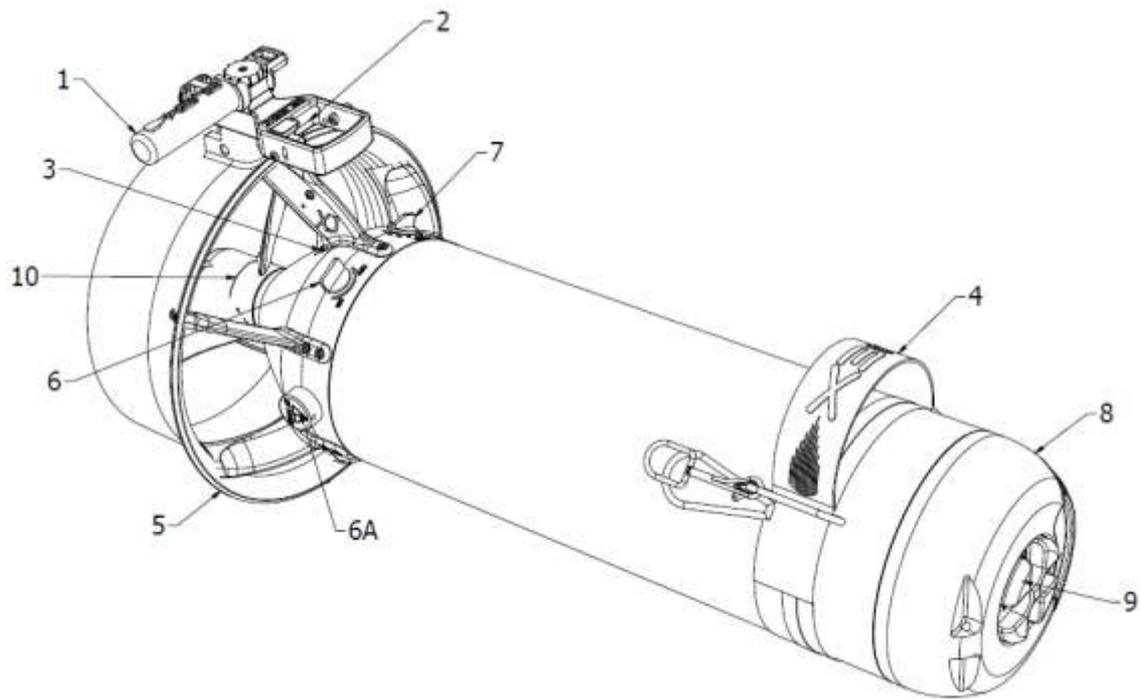

Fig.1
Lo SCOOTER subacqueo (XJ-T: 71381 e XJ-S: 71380) è costituito da un corpo cavo perfettamente ermetico, dalla forma idrodinamica, (fig.1), all'interno del quale sono alloggiati il motore elettrico, le batterie ricaricabili ed il riduttore di velocità necessari a muovere un'elica che fornisce una spinta propulsiva.
Frontalmente è presente la calotta di prua (8) la cui apertura dà accesso al vano batterie e una maniglia in tessuto sintetico (4 - Fig.1) che viene utilizzata per la presa ed il sollevamento dello SCOOTER. L'apertura della calotta di prua è possibile ruotando in senso antiorario il volantino di chiusura (9).
- Ruotare l'interruttore principale in posizione ON (6 - Fig.1),
- Tenere lo SCOOTER tramite la maniglia (1),
- Premere il grilletto (2), lo SCOOTER inizia a muoversi,
Posizionare lo SCOOTER in verticale su una superficie piana appoggiandolo sul convogliatore di flusso (5 – Fig.1). Ruotare in senso antiorario il pomello di prua, (9). Ruotando il pomello la calotta (8) inizia a sollevarsi, continuare nella rotazione fino a quando la calotta non si è completamente staccata dal corpo principale.